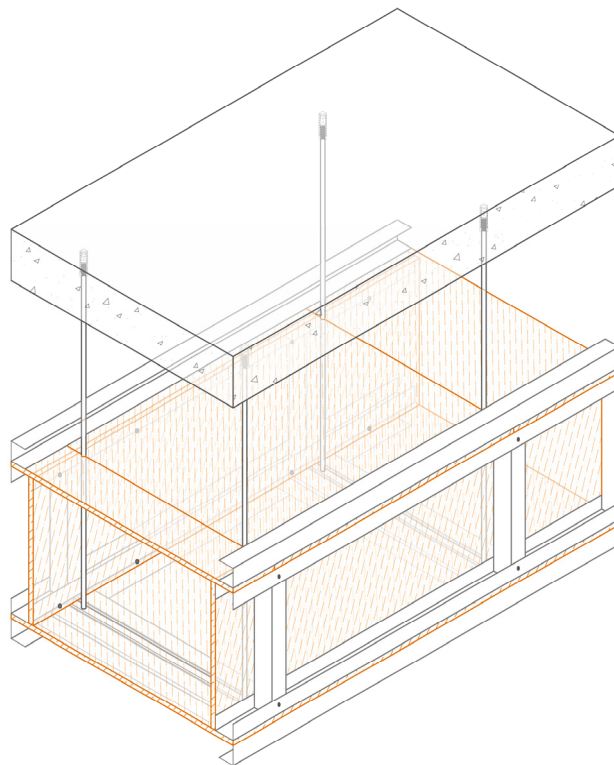

Рис.10
- Монтаж каркаса крышки короба. Закрепить каркас из плиты и продольных профилей при помощи саморезов к боковой стенке короба при помощи саморезов по металлу с потайной головкой для ГКЛ (рис.10).